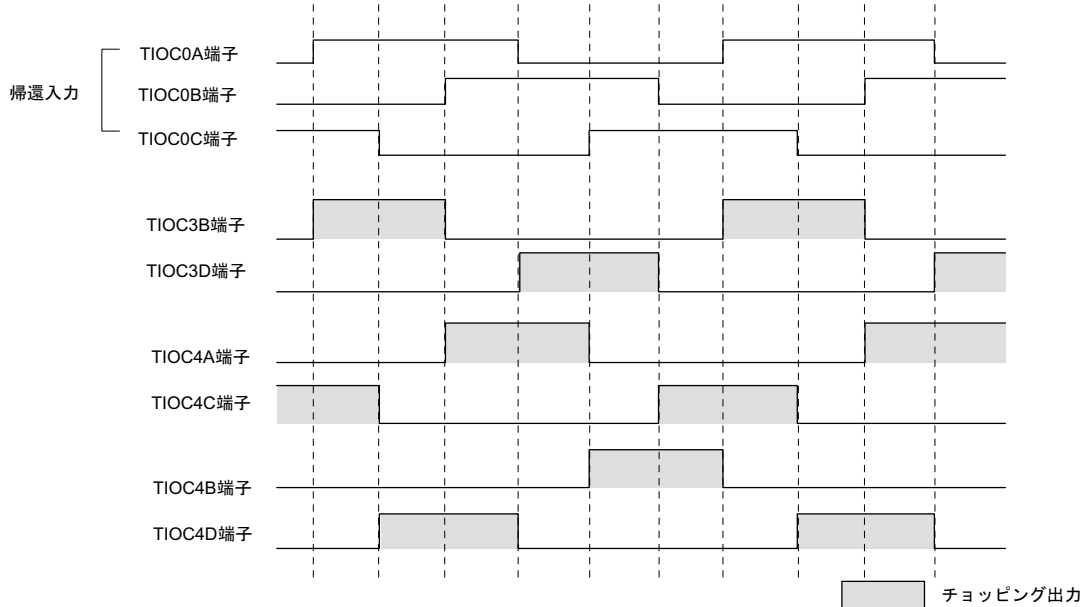

図 2.30 DC ブラシレスモータ制御用信号出力例
- (1) 図2.30に示すように、DCブラシレスモータ制御に必要な波形を出力します。出力波形は、各端子のゲート信号とリセット同期PWM出力をチョッピングして出力します。